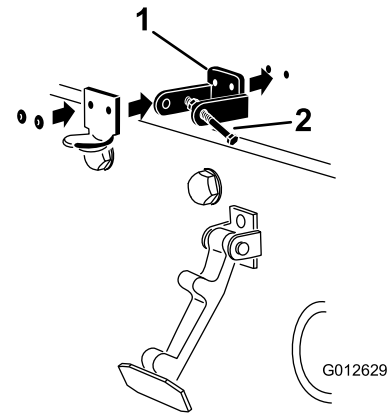

Рисунок 8
3. Выравнивая монтажные отверстия, поместите стопорный кронштейн стандарта SE и кронштейн фиксатора капота на капот. Стопорный кронштейн должен быть прижат к капоту (Рисунок 8). Не снимайте болт с гайкой в сборе с рычага стопорного кронштейна.
5. Приклепайте кронштейны и шайбы к капоту (Рисунок 8).